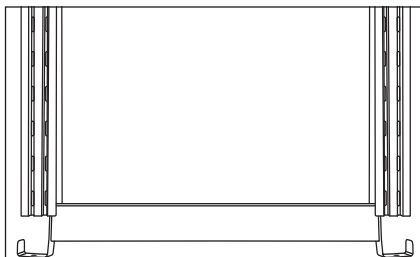
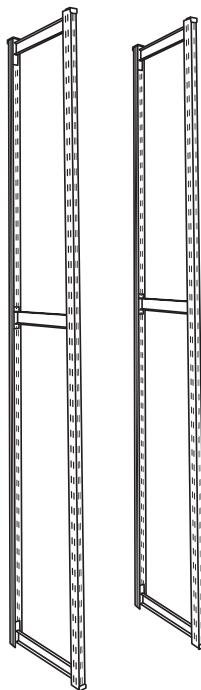

Рис. 6. Установка стяжки-опоры
Рис. 7. Две рамы стеллажа
- Затем вставьте с верхнего и нижнего торцов стоек стяжки-опоры (рис. 6) — у вас должна получиться рама стеллажа. Аналогичным способом соберите вторую раму стеллажа (рис. 7).